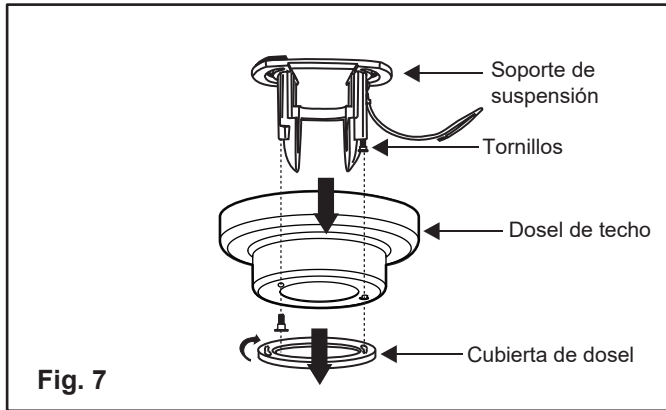

Fig. 7
1. Remove the canopy cover from the canopy by turning the cover counter clockwise. Remove the hanger bracket from the canopy by removing the 1 of 2 screws from the bottom of the hanger bracket and loosening the other one a half turn from the screw head. This will enable you to remove the hanger bracket. (Fig. 7)
1. Retirez le couvercle de l'auvent en tournant le couvercle dans le sens inverse des aiguilles d'une montre. Retirez le support de suspension de l'auvent en retirant l'une des 2 vis du bas du support de suspension et en desserrant l'autre d'un demi-tour de la tête de vis. Cela vous permettra de retirer le support de suspension. (Fig.7)